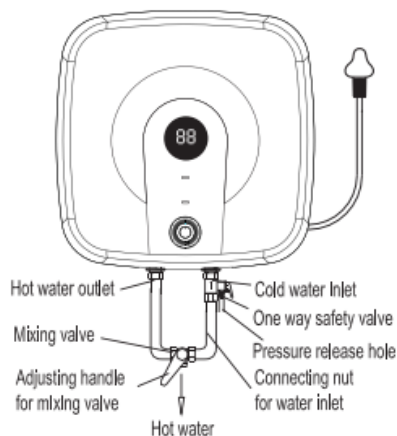

Fig.3
3. Pentru a evita scurgerile la conectarea conductelor, garniturile de cauciuc prevazute cu masina trebuie adaugate la capatul fire (vezi Fig.3).